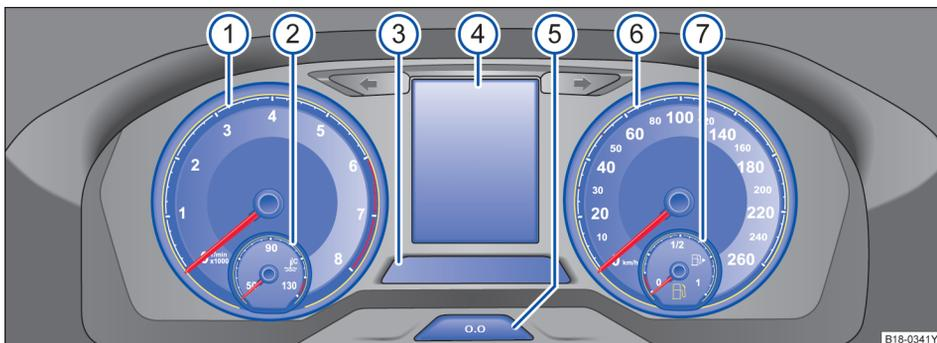

图 10 仪表概览
关于仪表的解释 ⇒ 图 10：
- 按压一下按钮⇒图 10⑤可将单程记录仪清零。
- 调整时间时所有车门应处于关闭状态，按住按钮⇒图 10⑤直至显示屏显示文字 **时钟**。
如需显示蓄电池电量，则可在点火开关关闭的情况下按住按钮⇒图 10③，直至显示屏显示 SOC。